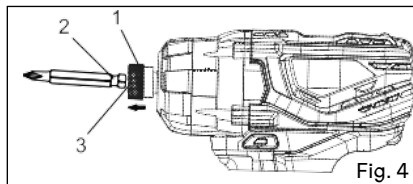

Fig. 4
1. Tirez vers l'extérieur sur le mandrin à dégagement rapide (1) (Fig. 4).
2. Insérez l'extrémité rainurée du porte-foret de la visseuse à chocs (2) dans le mandrin (3) de l'outil.
1. Sélectionnez l'embout de vissage correct pour la vis utilisée et installez-le dans le collet (Fig. 4).